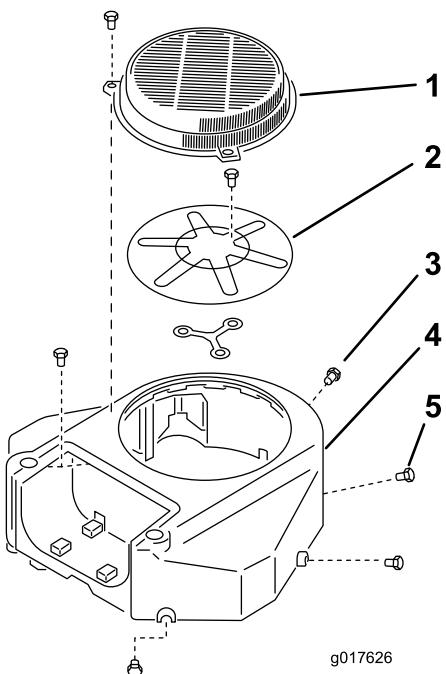

Figure 60
3. Enlevez la grille d'entrée d'air et le carter du ventilateur (Figure 60).
5. Reposez la grille d'entrée d'air et le carter du ventilateur (Figure 60).